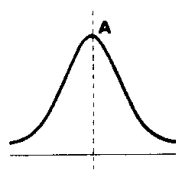

**Abb. 24**
4. Drehe beide Trimmer (A und B) des Zweifach-Drehkondensators vorsichtig ganz hinein (Abb. 24).